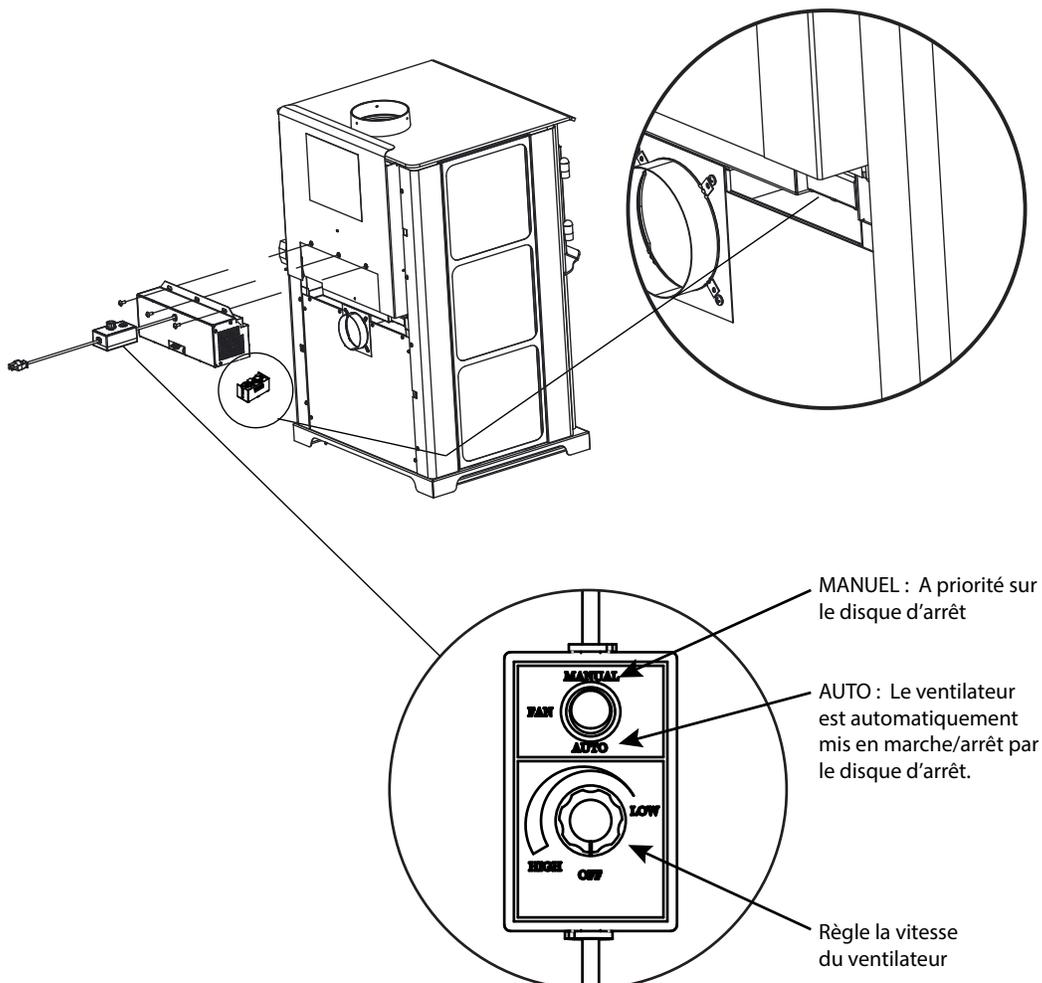

Figure 18.2
**Alignez les trous de la bride de montage du ventilateur avec les trous sur l'appareil. Le ventilateur doit être placé sur le côté inférieur arrière du revêtement extérieur, comme illustré à la figure 18.2.**